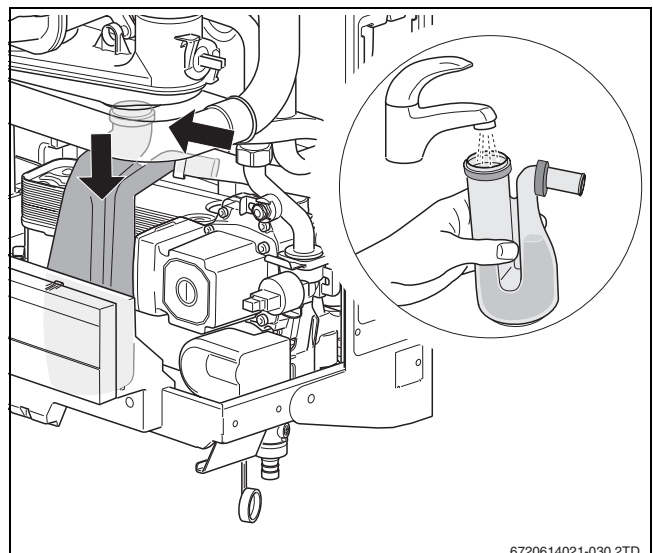

Bild 35 Siphon mit Wasser füllen
- Siphon mit Lippendichtung nach unten aus der Halterung ziehen (→ Bild 35).
- Siphon mit Wasser füllen (→ Bild 35).